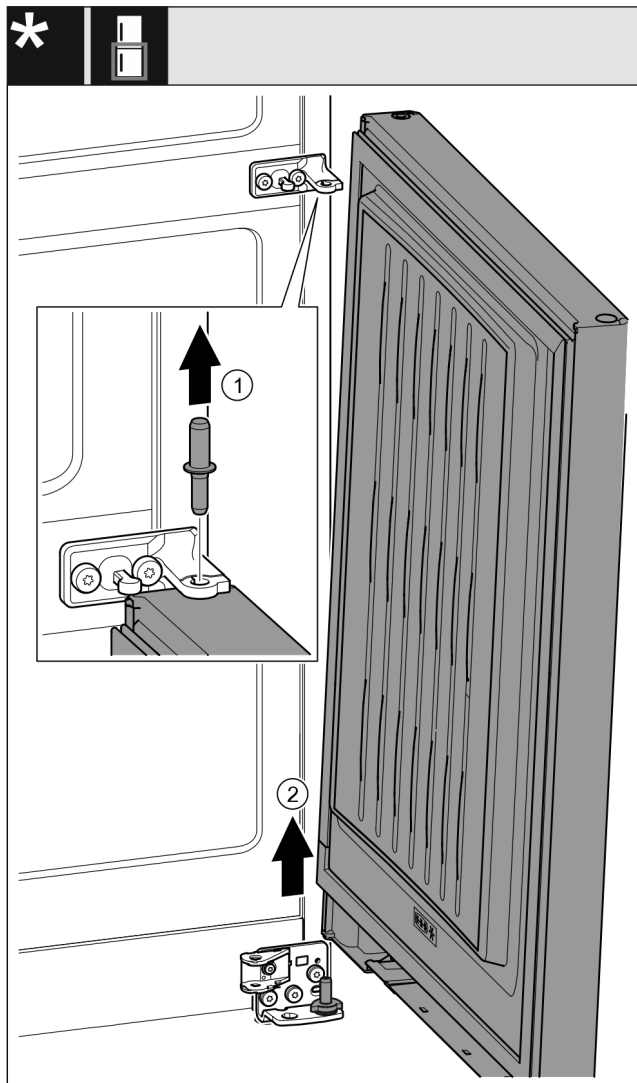

Fig. 32 S tlumičem zavírání*
- Čep Fig. 32 (1) vytáhněte nahoru.*
- Dveře Fig. 32 (2) kýváním vysadíte a odložíte stranou.*